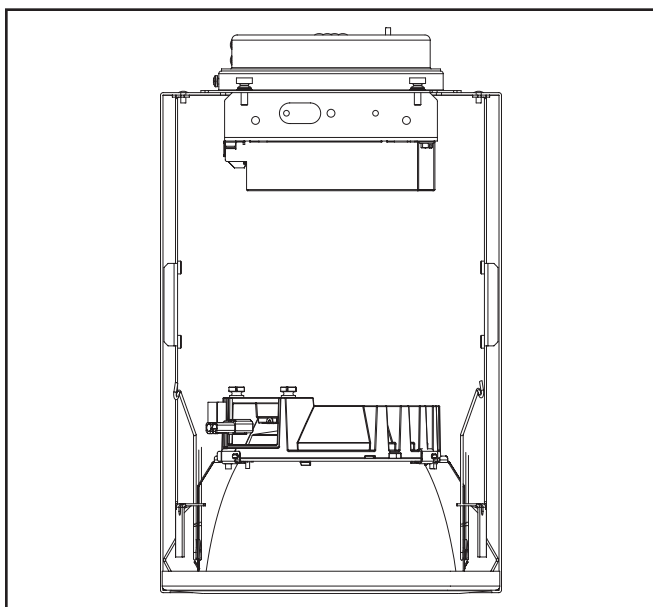

Figure 11.
7. Installez le moteur lumineux à DEL et l'assemblage de la garniture en insérant les ressorts de torsion dans les récepteurs situés à l'intérieur du caisson (Figure 11.).